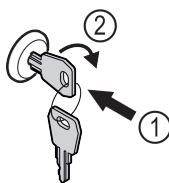

Fig. 183
- ▶ Вставьте ключ. Fig. 183 (1)
- ▶ Поверните ключ на 90° по часовой стрелке. Fig. 183 (2)